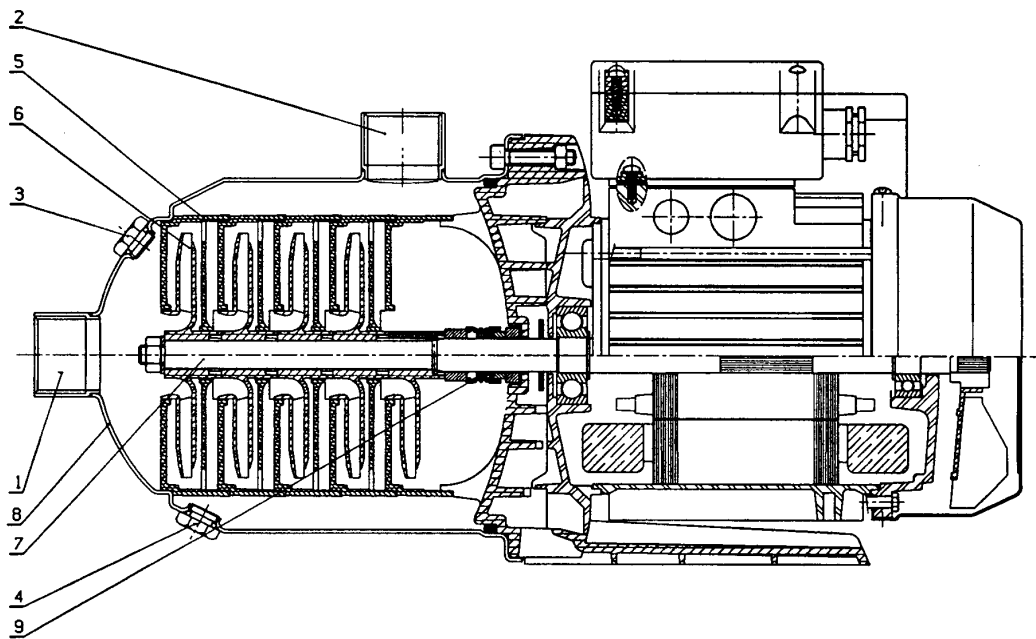

РИС. 1
4.1. Описание насоса (рис. 1)
- Открыть запорный вентиль со стороны всасывания, открыть винт для выпуска воздуха (рис. 1 и 2, поз. 3) и держать его открытым до тех пор, пока из него не выйдет воздух и не потечет вода. Закрыть винт для выпуска воздуха. Открыть запорный вентиль со стороны нагнетания и включить насос.
- Если насос установлен не в морозозащищенном месте или если его планируется надолго вывести из эксплуатации, насос и трубопроводы следует опорожнить в холодное время года. Опорожнение насоса производится при открытии винта опорожнения (рис. 1 и 2, поз. 4). Питающий трубопровод опорожняется через винт для выпуска воздуха, а напорный - через сливное отверстие.